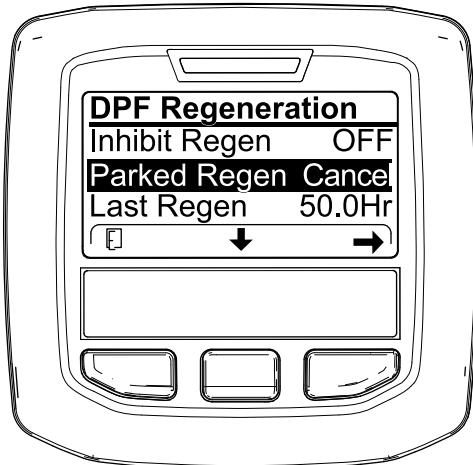

Bild 52
1. Zugreifen auf das Menü für die Regenerierung des Dieselpartikelfilters (Bild 52)
2. Drücken Sie die mittlere Taste, um auf die Option PARKED REGEN. CANCEL (Bild 52) oder RECOVERY REGEN. CANCEL zu navigieren (Bild 53).
3. Drücken Sie die rechte Taste, um den Eintrag „Regen. Cancel“ auszuwählen (Bild 52 oder Bild 53).